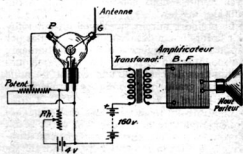

FIG. 2. — Récepteur de micro-ondes.
2. **Récepteur** (fig. 2). — Il est constitué par une autre lampe T. M. C. portant, elle aussi, fixée à sa corne grille une petite antenne de 4 centimètres de long. Cette grille